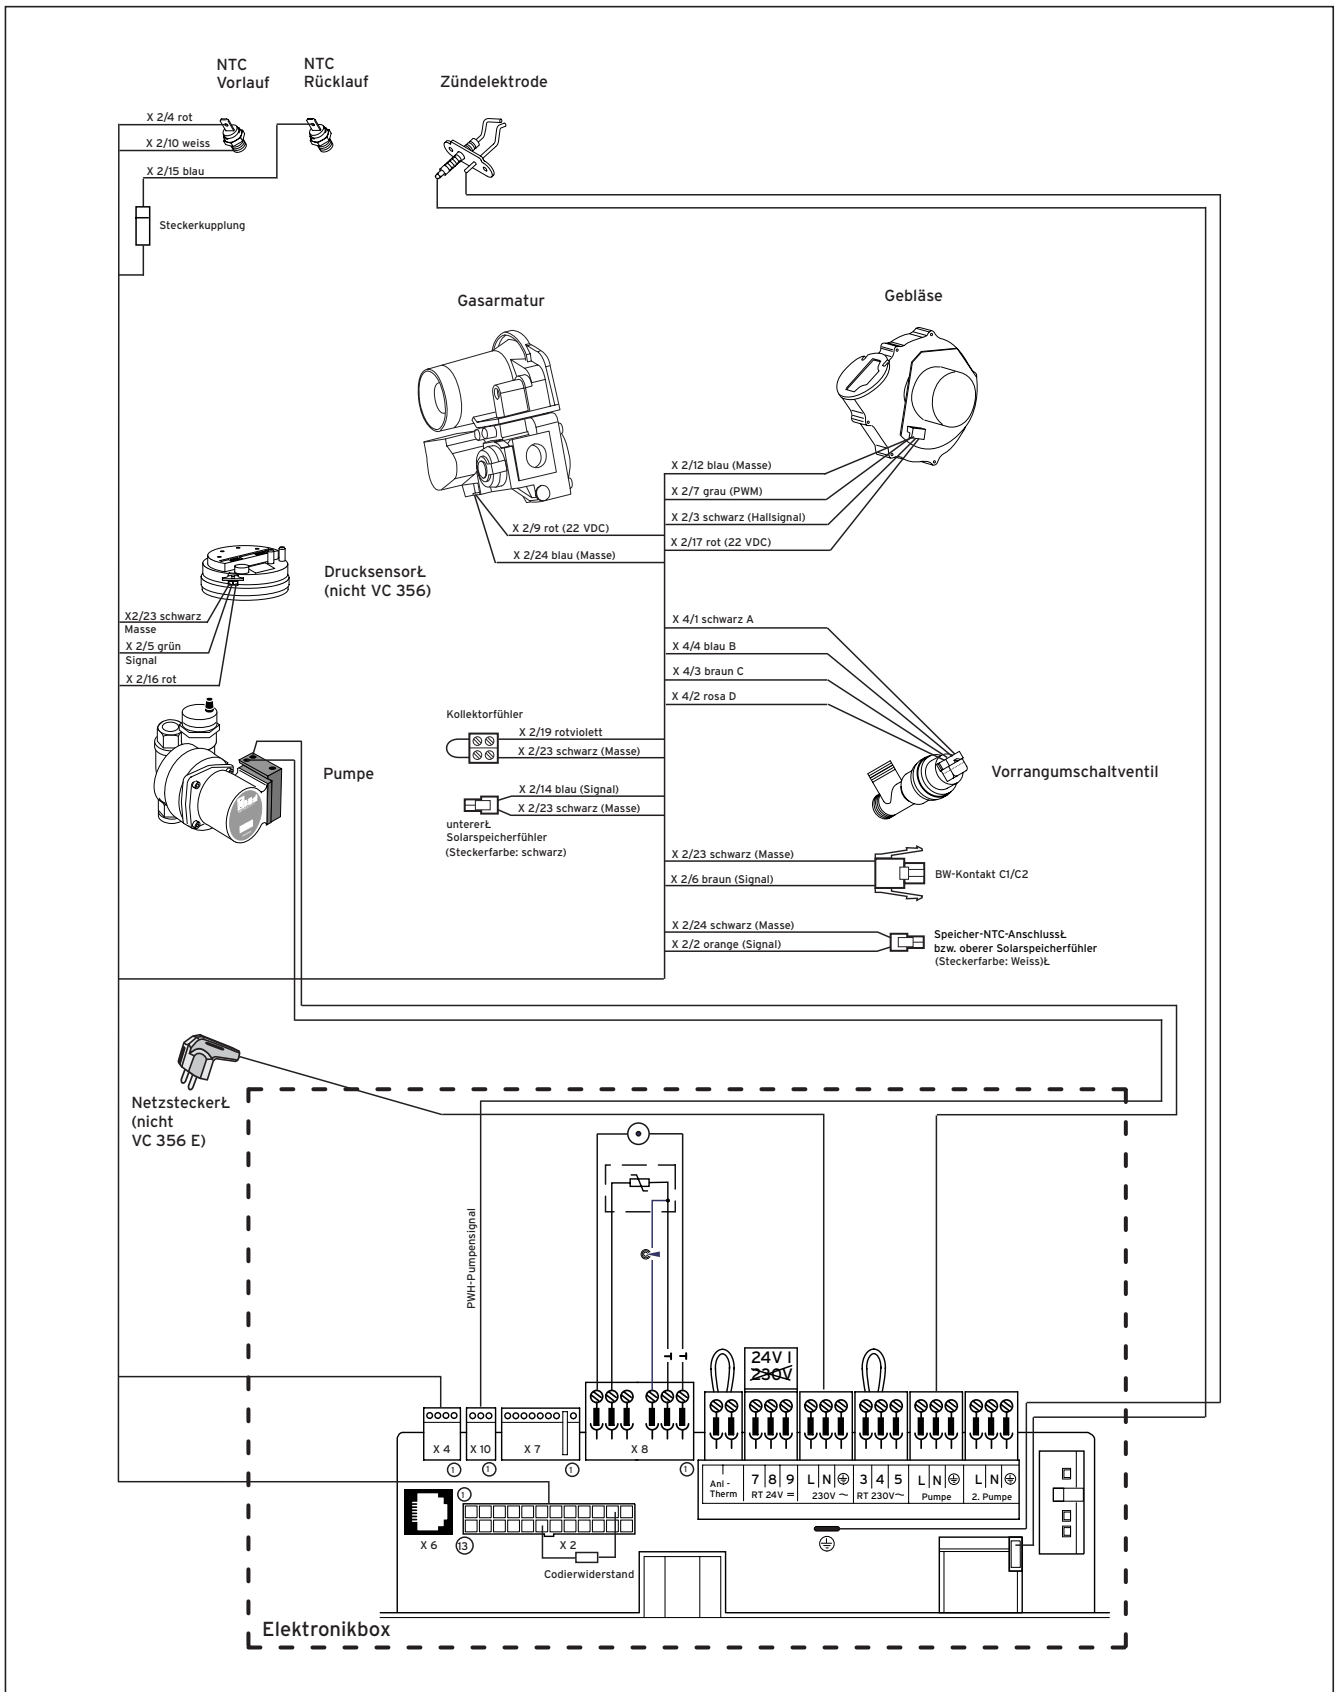

Abb. 4.13 Verdrahtungsplan ecoTEC exclusiv VC
- Schliessen Sie den Kollektorfühler (Art.-Nr. 25 35 30) an das entsprechende Anschlusskabel der Geräteelektronik an (s. Abb. 4.13).
- Schliessen Sie den unteren Solarspeicherfühler (Art.-Nr. 71 14 13) an das entsprechende Anschlusskabel der Geräteelektronik an (s. Abb. 4.13).
- Schliessen Sie den oberen Solarspeicherfühler (Art.-Nr. 71 14 13) an das Anschlusskabel „Speicher-NTC-Anschluss“ der Geräteelektronik an (s. Abb. 4.13).
- Schliessen Sie die Signalleitung „Warmwasseranforderung“ des externen Reglers an das Anschlusskabel „BW-Kontakt C1/C2“ der Geräteelektronik an (s. Abb. 4.13).